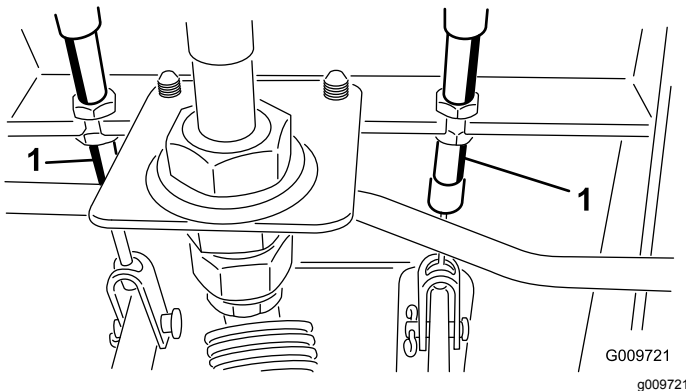

Bild 77
- A. Lockern Sie die vordere Mutter an der Gewindeseite des Bremszuges (**Bild 77**).